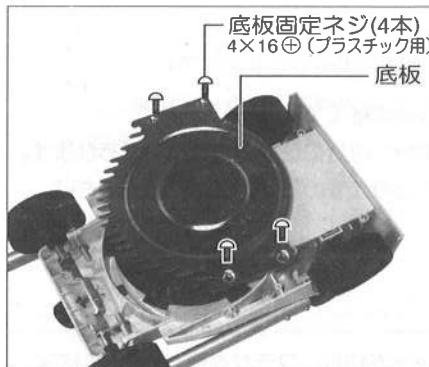

図15
- ①本機を裏返しにしてください。
- ②+ドライバー(市販品)で底板固定ネジ(4本)(4×16+プラスチック用)をぬいて、底板を外してください。(図15参照)